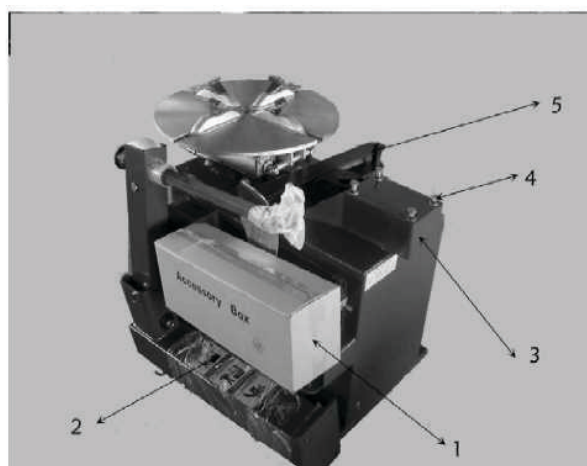
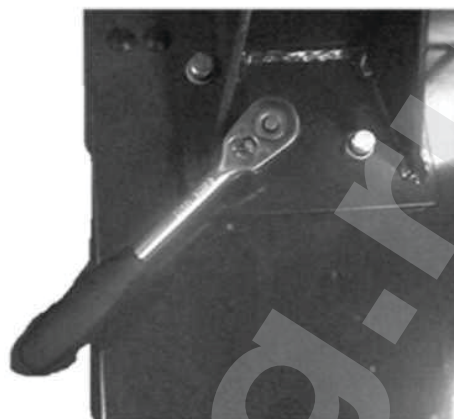
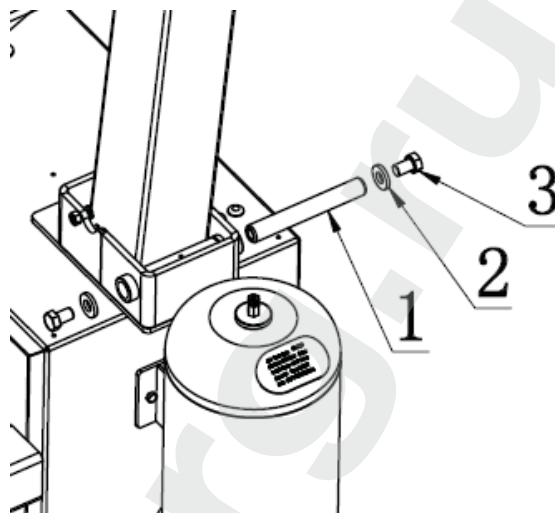

Рис. 4-1
Рис. 4-2
Рис. 4-6
Снимите коробку и достаньте коробку с аксессуарами (1) нож отрыва кромки шины (5) и стойку в сборе (2) (см. рис. 4-1). Зафиксируйте корпус.
Установите снятые болты, пружинную и плоскую шайбы (рис.4-1) обратно. Затяните болты с усилием 70 Н·м (рис. 4-2), используя динамометрический гаечный ключ.
Выровняйте стойку так, чтобы проушины в нижней части стойки совпадали с проушинами седла на корпусе станка. Далее, вставьте ось (рис. 4-6, поз. 1) в проушины, затем наденьте шайбы (рис. 4-6, поз. 2) и болты (рис. 4-6, поз. 3) с обеих сторон оси для крепления. Затяните болты с усилием 70 Н·м (рис. 4-2), используя динамометрический гаечный ключ.